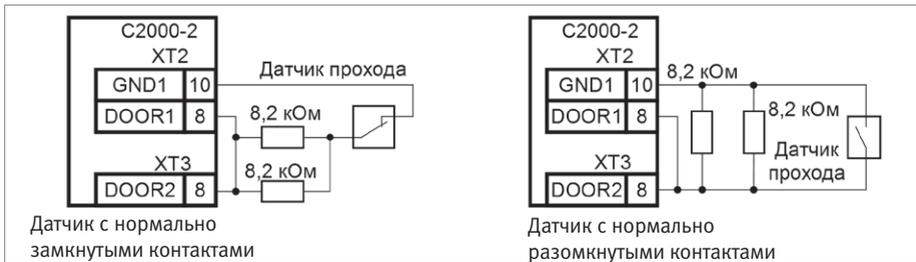
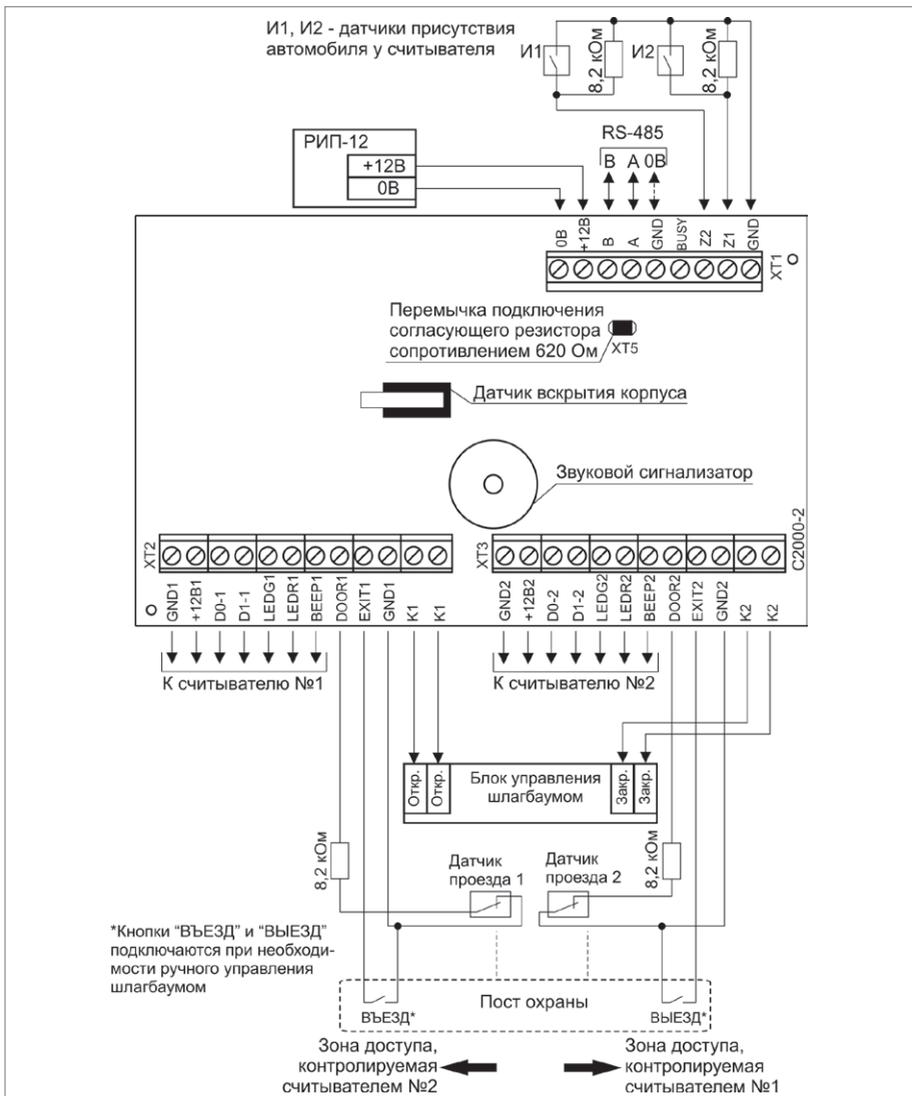
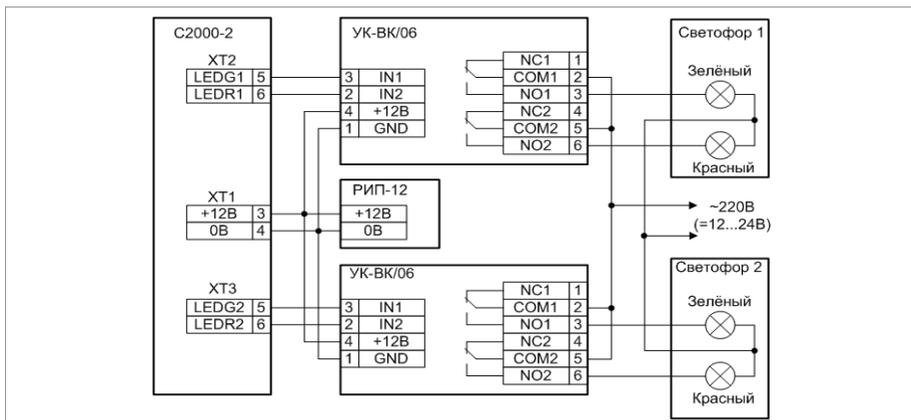

Рисунок 5. Схема подключения одного датчика прохода (проворота)
Рисунок 6. Схема подключения контроллера «С2000-2» в режиме «Шлагбаум»
Рисунок 7. Схема подключения светофора к контроллеру «С2000-2» в режиме «Шлагбаум»
13. Подключение в режиме «Турникет» (рис. 4). Если турникет имеет один датчик проворота, срабатывающий при любом направлении прохода, то он подключается параллельно к соответствующим входам обоих каналов контроллера, как показано на рис. 5.
14. Режим «Шлагбаум» (рис. 6). Если вместо двух датчиков проезда используется один, то он подключается параллельно к соответствующим входам обоих каналов контроллера (см. рис. 5). Светофоры, если они указаны в проектной документации, подключаются через релейные усилители «УК-ВК/Об» (см. рис. 7).